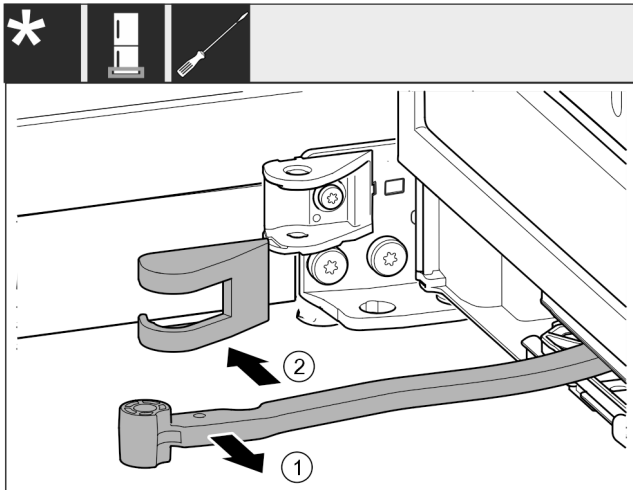

Fig. 20
- ▶ Scharnier Fig. 20 (1) in de richting van de deur draaien.
- ▶ Lagerbokafdekking Fig. 20 (2) verwijderen.